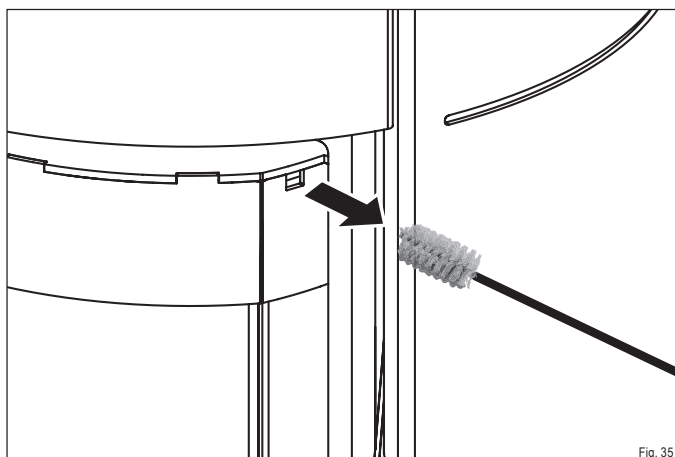

Fig. 35
- ▶ Retirez la brosse de l'ouverture de nettoyage (Fig. 35).